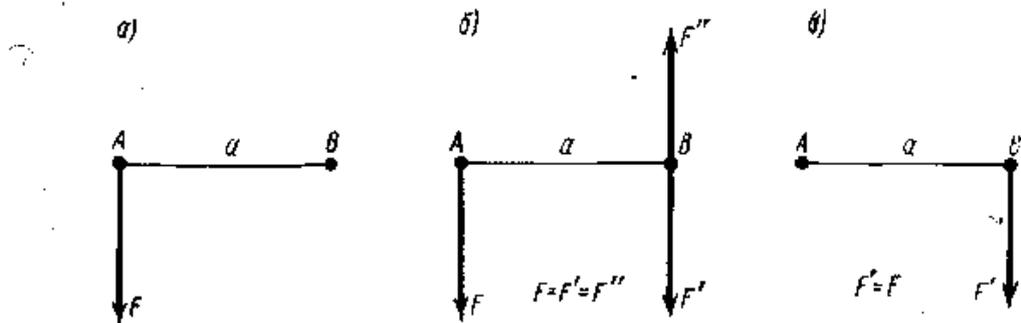

Рисунок 1
1. Вычислите момент присоединенной пары в точке В (рис. 1, б), если $F = 400 \text{ Н}$; $a = 100 \text{ мм}$.